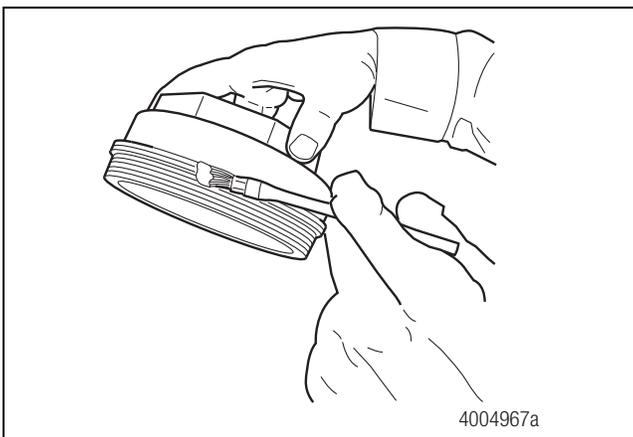

Figura 3.34
12. Lubrique ligeramente el anillo "O" de la tapa de la maza y la rosca de la tapa de la maza con grasa para baleros. Figura 3.34.